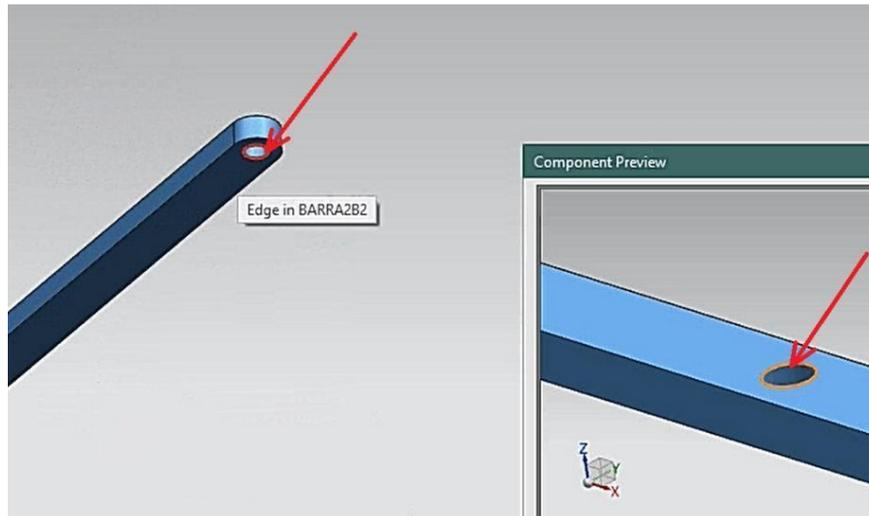

Figura 1.48 Circunferencia inferior de **barra2b2.prt** y circunferencia superior de **barra3b2.prt**.
- Agregar una restricción tipo **Concentric**. Seleccionar la circunferencia superior de **barra3b2.prt** y la circunferencia inferior de la **bara2b2.prt** (Figura 1.48).